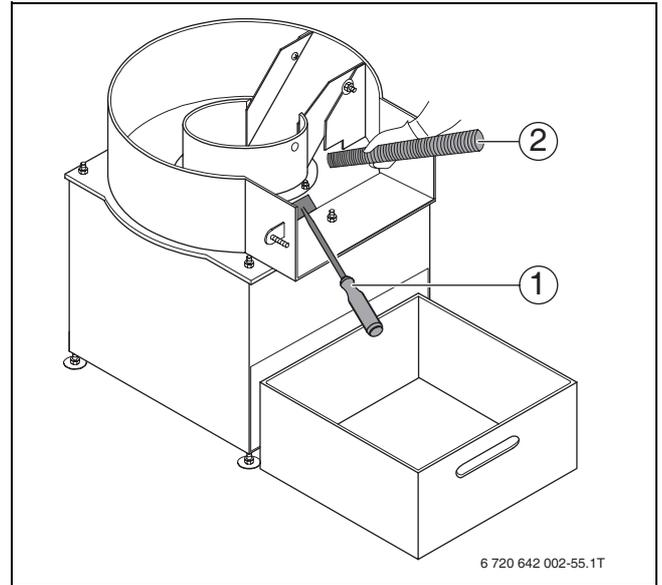

Fig. 31 Pulire la camera di combustione
- ▶ Spazzare la cenere dalla camera di combustione nel cassetto ceneri, per mezzo di un raschietto (accessorio) (→ fig. 31, [1]).
- ▶ Spazzare la cenere dalla camera di combustione nel cassetto cenere, per mezzo di un raschietto (accessorio) (→ fig. 31, [1]).